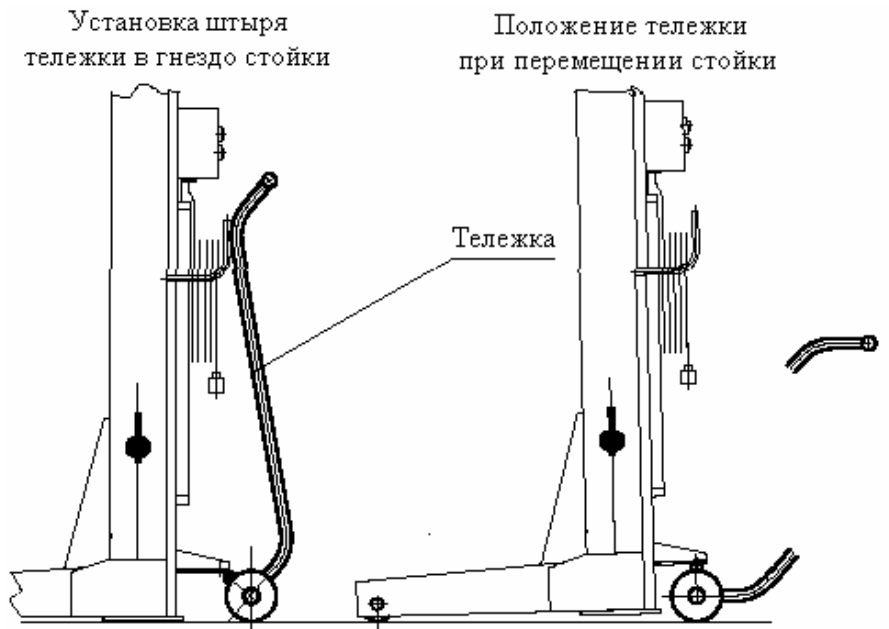

Рис. 5. Перемещение стойки при помощи тележки
7.1.1. При помощи тележки подкатить каждую стойку подъемника подхватами под штатные опорные места троллейбуса ( трамвая, автобуса). Для перемещения стойки подкатить тележку к стойке и, зацепив ее, приподнять (см.Рис.5). Убрать тележку.